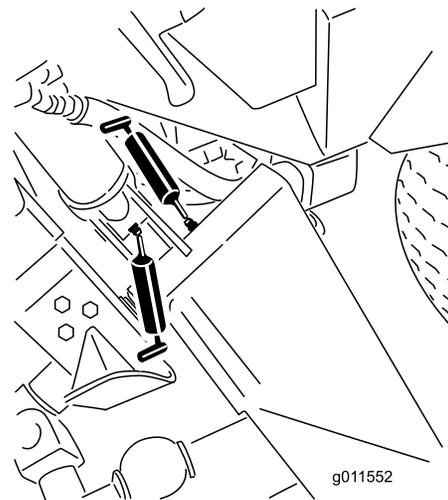
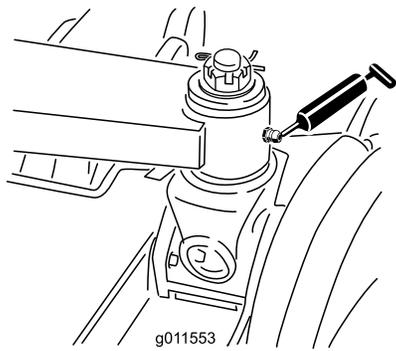

Figure 41
Figure 42
- Bagues de bras de levage principal (6) (Figure 41 et Figure 42)